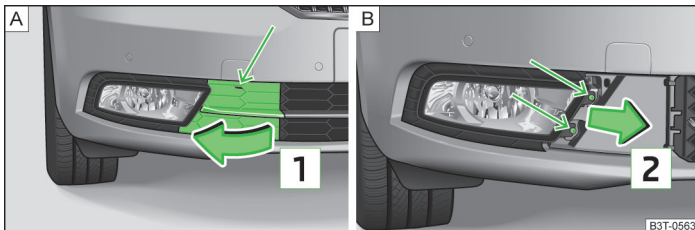

Abb. 208 Vorderer Stoßfänger: Schutzgitter / Nebelscheinwerfer ausbauen
- › Das Schutzgitter im Pfeilbereich » Abb. 208 - mithilfe des Bügels zum Abziehen der Radvollblenden » Seite 230, *Bordwerkzeug* lösen.
- › Den Nebelscheinwerfer » Abb. 208 - mit dem Schraubendreher aus dem Bordwerkzeug abschrauben.
- › Bei erneutem Einbau den Nebelscheinwerfer entgegen der Pfeilrichtung einsetzen » Abb. 208 - und festschrauben.